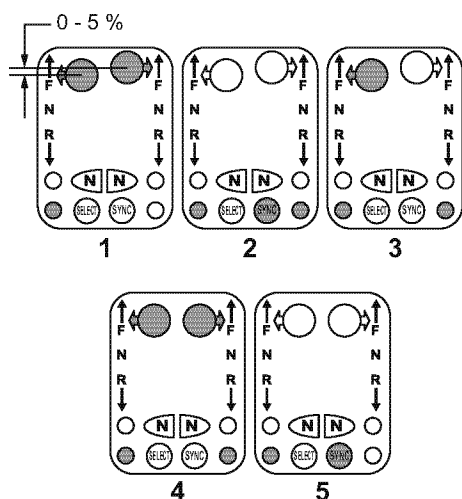

Figura 15
2. Combine todas as posições das mudanças do motor e aceleração deslocando as alavancas da cabeça de controlo de bombordo e estibordo para dentro de 5 % uma da outra (1, **Figura 15**) e pressione o botão SYNC (4, **Figura 15**) na cabeça de controlo. A luz de sincronização pisca se os manípulos não estiverem dentro de 5 % em relação um ao outro (3, **Figura 15**). A luz de sincronização pára de piscar e fica continuamente acesa (4, **Figura 15**) quando as alavancas são deslocadas dentro desta gama de 5 %.